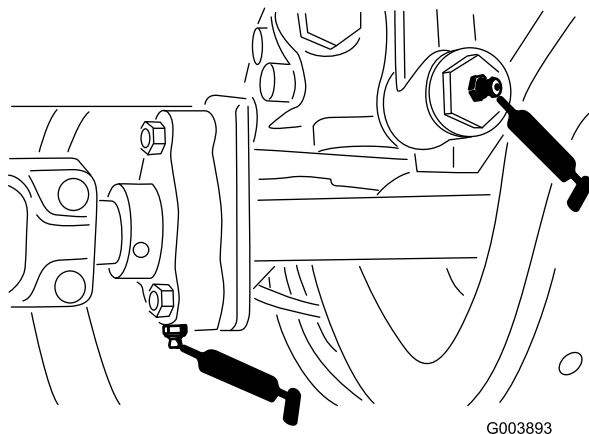

Figura 46
- 1 punto en el acoplamiento de control de tracción de la transmisión (Figura 46)
- 1 punto en el cojinete de soporte del eje de transmisión (Figura 46)
- 3 puntos en el eje de transmisión del eje trasero (Figura 46)